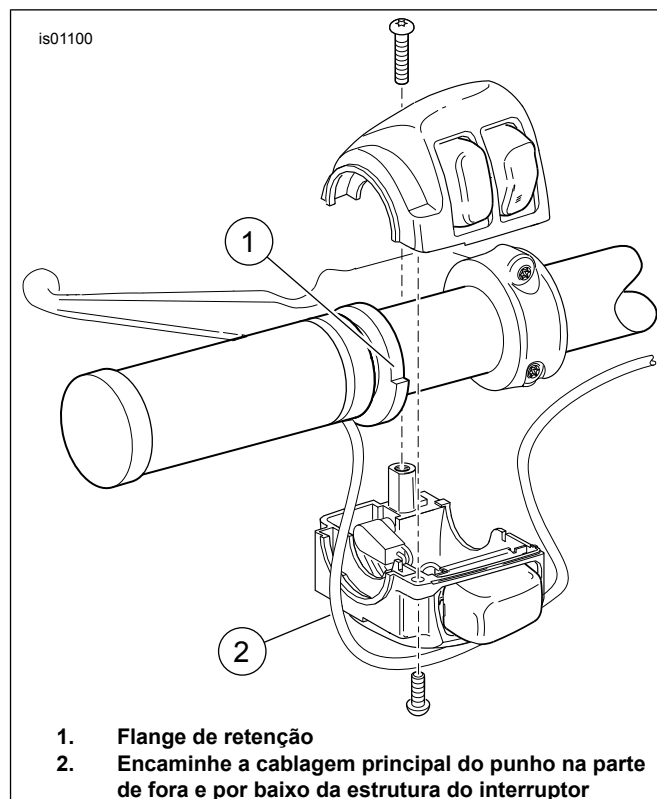

Figura 1. Punho aquecido (Lado esquerdo)
9. Ver Figura 1. Posicione o punho esquerdo no guidador de forma a que o flange de retenção (1) possa ser firmemente instalado na estrutura inferior do interruptor (2).